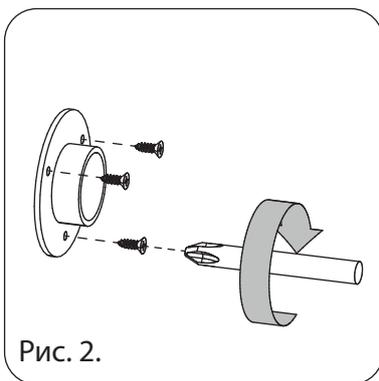

Рис. 2.
2. Прикрутите штангодержатель при помощи саморезов 3.5x16 в необходимом месте (см. рис. 2), предварительно ослабить стопорный винт (см. рис. б).